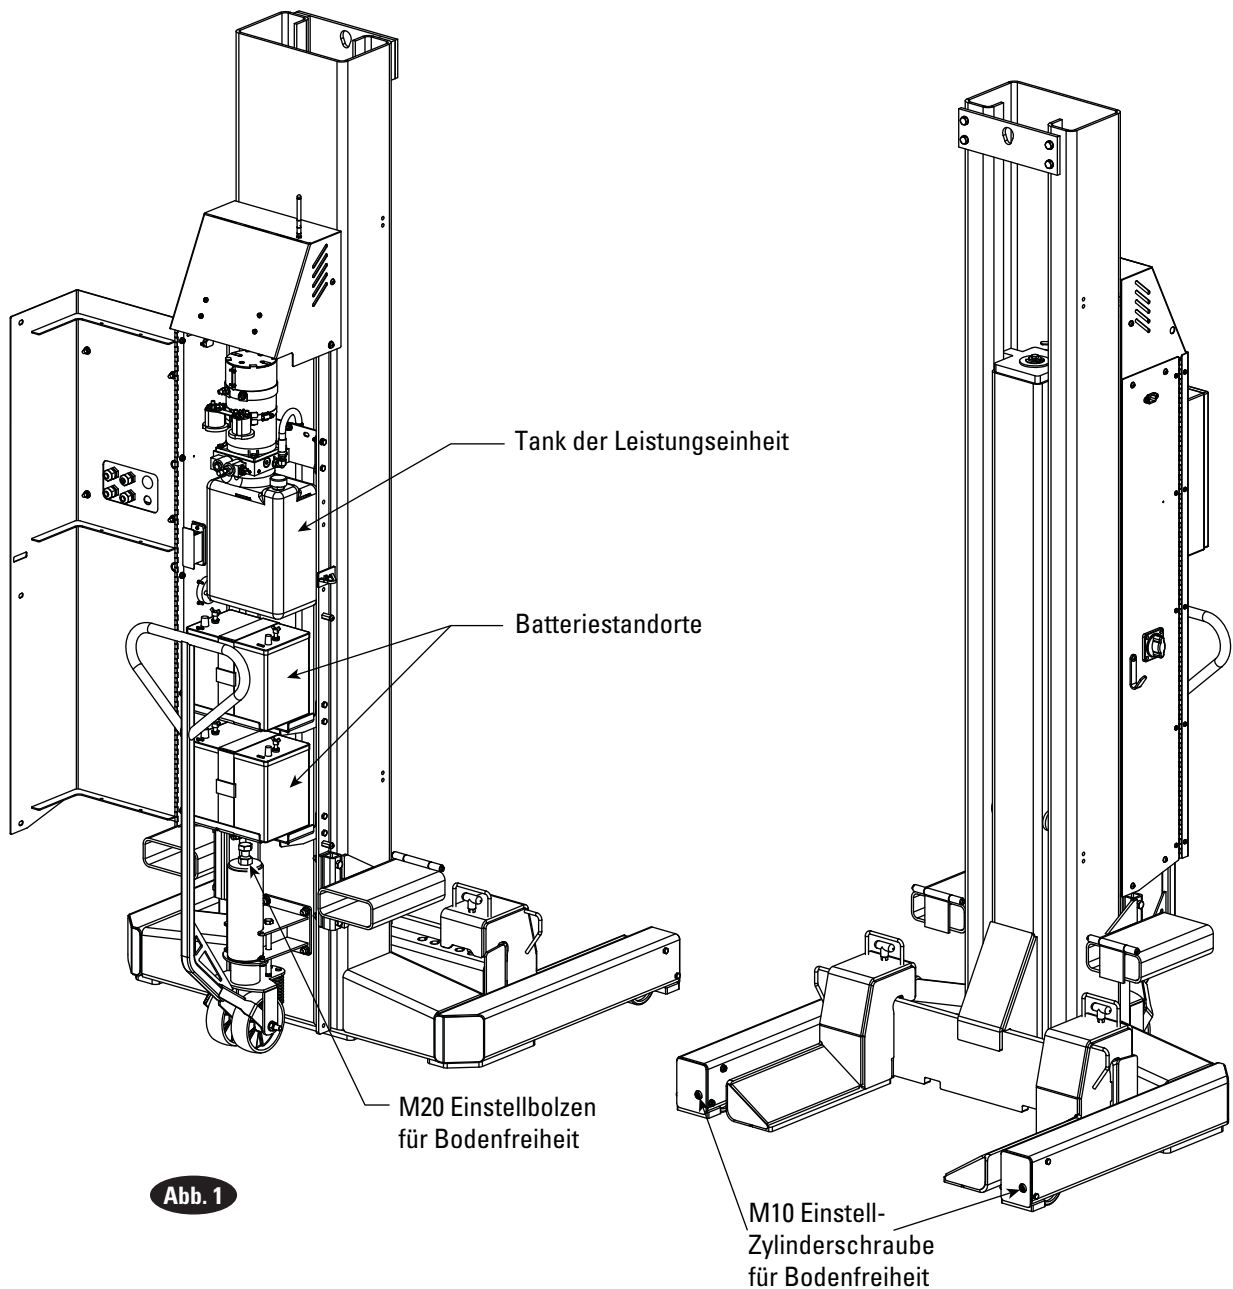

Abb. 1
5. Verbinden Sie die zwei Batterien am dargestellten Ort, Abb. 1. Es können unterschiedliche Batterien verwendet werden, welche die unten aufgeführten Spezifikationen erfüllen, aber die Leistung kann unterschiedlich ausfallen. Empfohlene Batteriespezifikationen:
**Nachdem die Batterien und die Flüssigkeit hinzugefügt wurden**, drehen Sie den M20-Bolzen und die M10 Zylinderschrauben im Uhrzeigersinn am Radwagenheber und der Vorderseite des Aufbaus, um die Bodenfreiheit der unbelasteten Säule einzustellen, Abb. 1. Die Bodenfreiheit wird dadurch festgelegt, je nachdem wie weit die Schrauben gedreht wurden. Wenn die Säule belastet wird, senkt sie sich automatisch zum Boden ab.